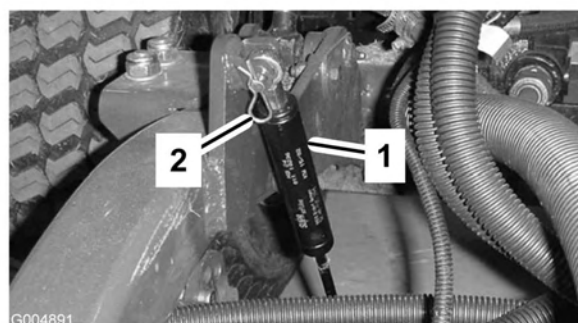

Figure 74
2. Retirez la goupille fendue qui fixe les amortisseurs aux bras de levage (Figure 74). Faites pivoter l'amortisseur vers le carter du plateau de coupe.